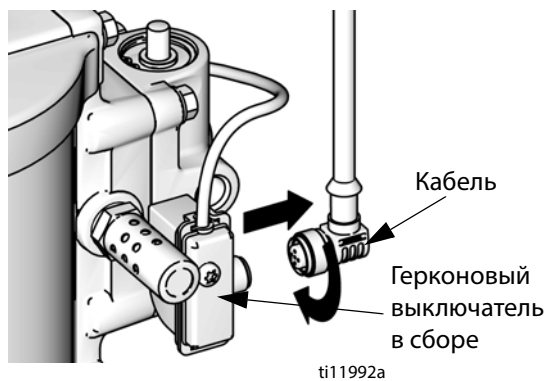

Рис. 6. Отсоединение модуля DataTrak
- Отверните кабель от задней поверхности блока герконовых переключателей. См. раздел Рис. 6.